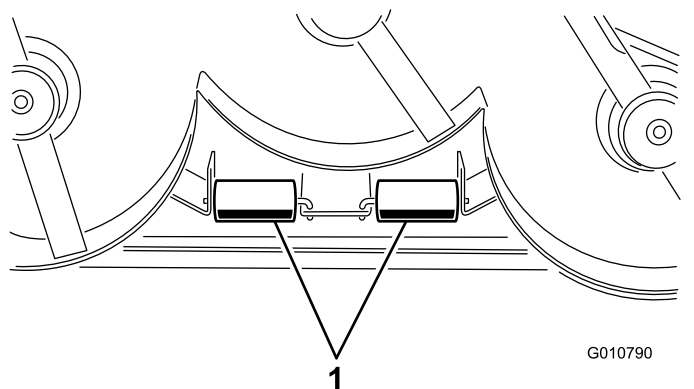

Figure 13
- Retirez les goupilles fendues qui fixent les axes de galets aux supports sur le dessous de l'unité de coupe (Figure 13).